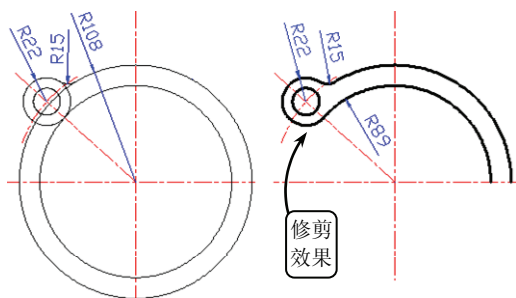

图 3-57 修剪圆
- ⑤ 利用【修剪】工具选取半径分别为 R22 和 R108 的圆为修剪边界,修剪半径为 R15 的圆。继续利用【修剪】工具选取半径为 R15 的圆弧和半径为 R89 的圆为修剪边界,修剪半径为 R22 的圆。然后利用【修剪】工具修剪多余线段,效果如图 3-57 所示。